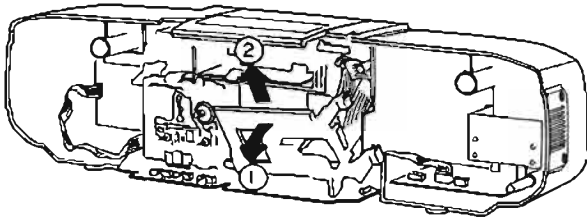

Abb. 5 Fig. 5
3. Lautstärkereglerrplatte ausbauen (Abb. 5, 6, 7, 8)
- Lautstärkereglereinheit in Pfeilrichtung 1 ziehen und dann in Pfeilrichtung 2 abnehmen (Abb. 5).
3. Removal of the Volume P.C.B. (Figs. 5, 6, 7, 8)
- Pull down the unit in the direction of arrow 1 and then remove it in the direction of arrow 2 (Fig. 5).